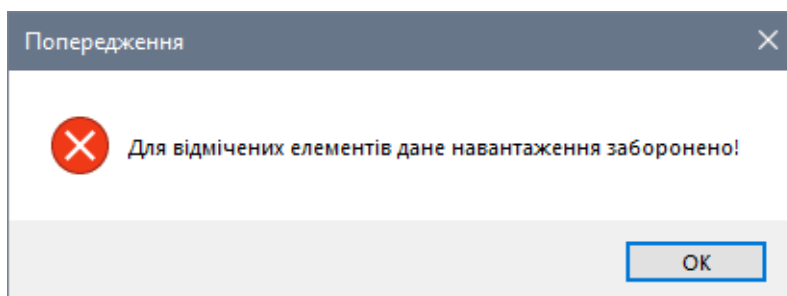

Рис. 22.18. Діалогове вікно **Попередження**
- На екрані з'являється діалогове вікно **Попередження** (рис. 22.18), в якому натисніть кнопку **ОК**.